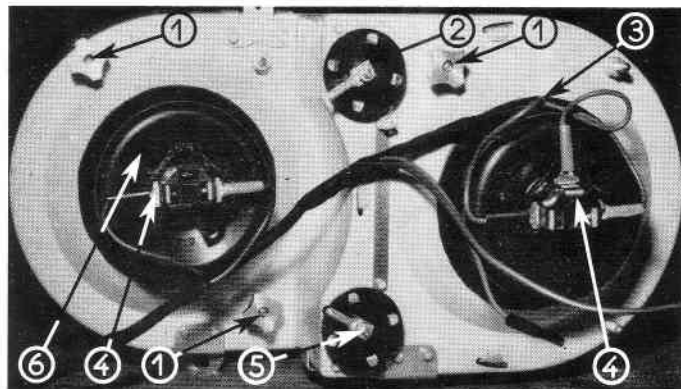

Fig. 39
- Éteindre les phares et tirer sur la connexion 4 (fig. 39) et dégager le protecteur en caoutchouc;
Feux clignotants **2** (fig. 39) : Type de lampe BA 15 S - 12 V - 25 W.
Feux de position **5** (fig. 39) : Type de lampe BA 15 S - 12 V - 4 W.